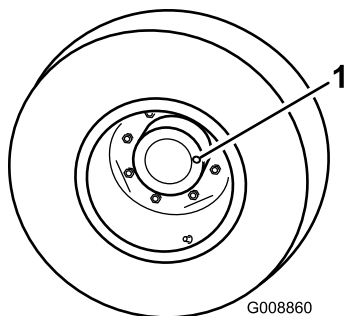

Figura 66
1. Coloque a máquina numa superfície nivelada e posicione a roda de forma a que o tampão de verificação/escoamento (Figura 66) se encontre na posição das três ou nove horas.
2. Retire o tampão da transmissão universal (Figura 66). O óleo deverá ser visível no fundo do orifício do tampão de verificação, que se encontra na zona traseira do travão.